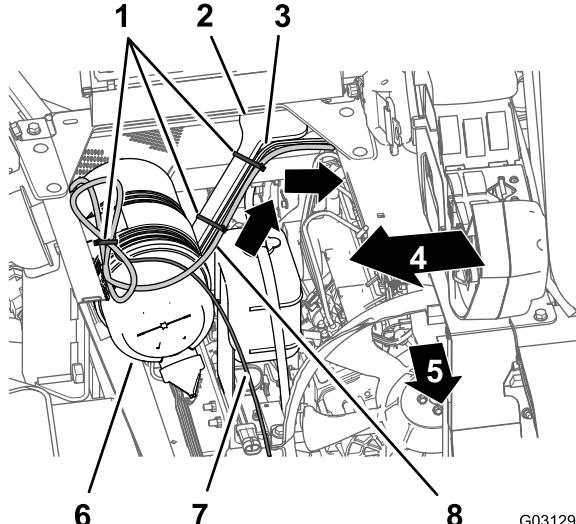

Bild 170
2. Befestigen Sie den Kabelbaum mit Kabelbindern an der Motorhaubenstütze (Bild 170).